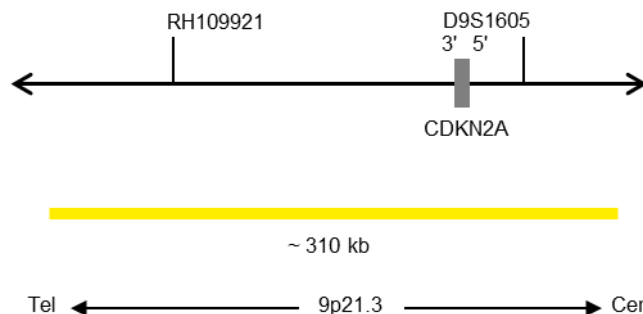

Fig. 1: SPEC CDKN2A Mapa de la sonda (no está a escala)
- Polinucleótidos marcados en dorado (excitación a 532 nm y emisión a 553 nm) ZyGold (~5,5 ng/μl), dirigidos a secuencias localizadas en 9p21.3* (chr9:21,742,619-22,056,863) que albergan la región del gen CDKN2A (ver Fig. 1).